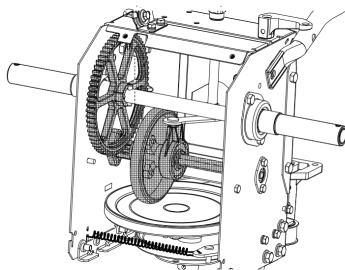

Рисунок 35
2. Нанесите тонкий слой всепогодной универсальной консистентной смазки на вал. См. рисунок 35.